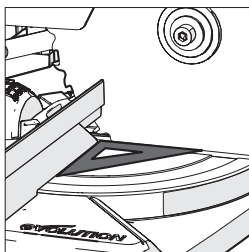

Fig. 14
- Plaats de hoeklineaal op de tafel met een korte kant tegen het hek, en de andere korte kant tegen het blad (vermijd de TCT tips van de zaagtanden) (Fig. 14).